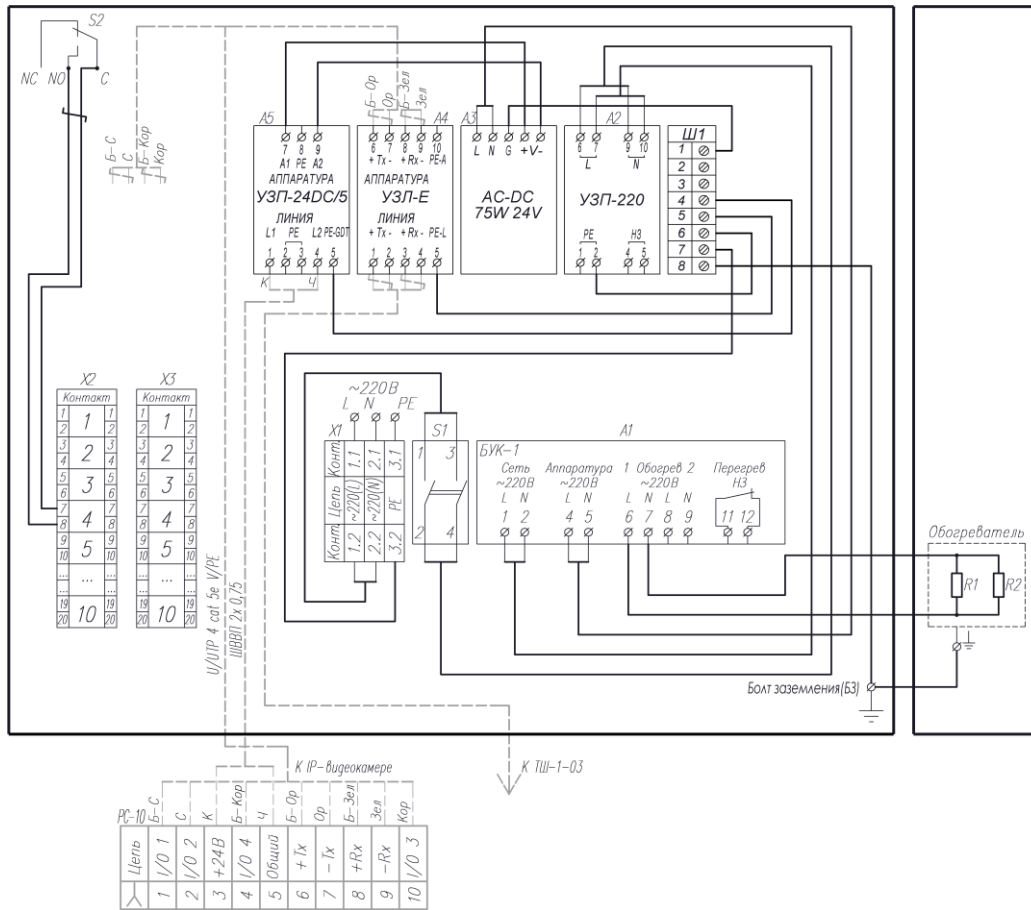

Рис.2 Схема электрическая принципиальная
Температура включения (отключения) обогревателей устанавливается переключателем «Вкл. обогрев», температура отключения (включения) питания аппаратуры устанавливается переключателем «Откл. аппаратуры» (рис.2). Производителем выставлены следующие значения:
Подключение цепей изделия производится в соответствии со схемой электрической принципиальной (рис.2). Для подключения необходимо:
2. Подключить IP-видеокамеру согласно схеме (рис.2).
- Линию ETHERNET к контактам 1-4 УЗЛ-Е(А4) согласно схеме (рис.2);